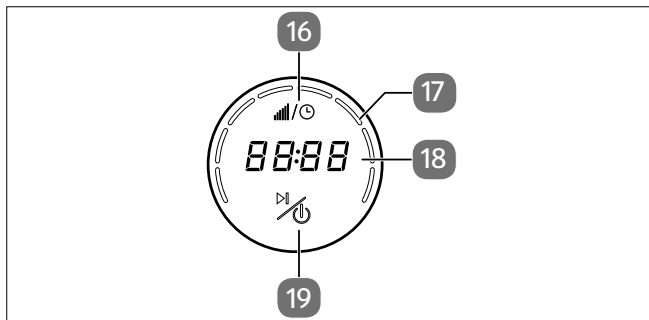

Abb. 3 – Bedienelemente/Anzeigefeld
4. Geschwindigkeitsregler (Drehen)/Bedienelemente/Anzeigefeld (siehe Abb. 3)